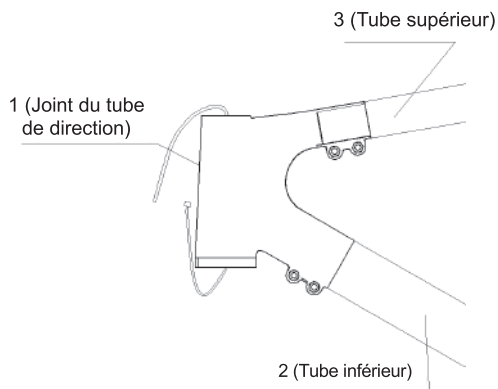

Figure 20-1.
a. Retirez l'attache de la pièce 1, comme indiqué à la Figure 20-1.